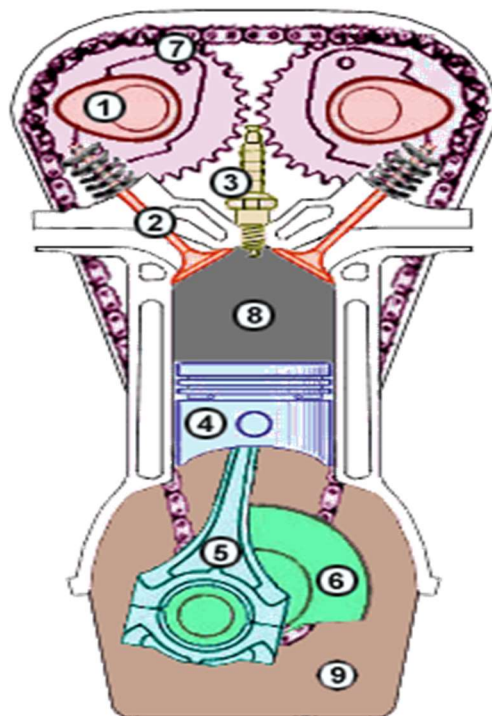

Figure 1
a)- Définir les différents temps du cycle du moteur Diesel présenter sur la figure 1?
1- Donner le nom des différents éléments qui constituent le bloc moteur à essence sur la figure 1 et 2 ?